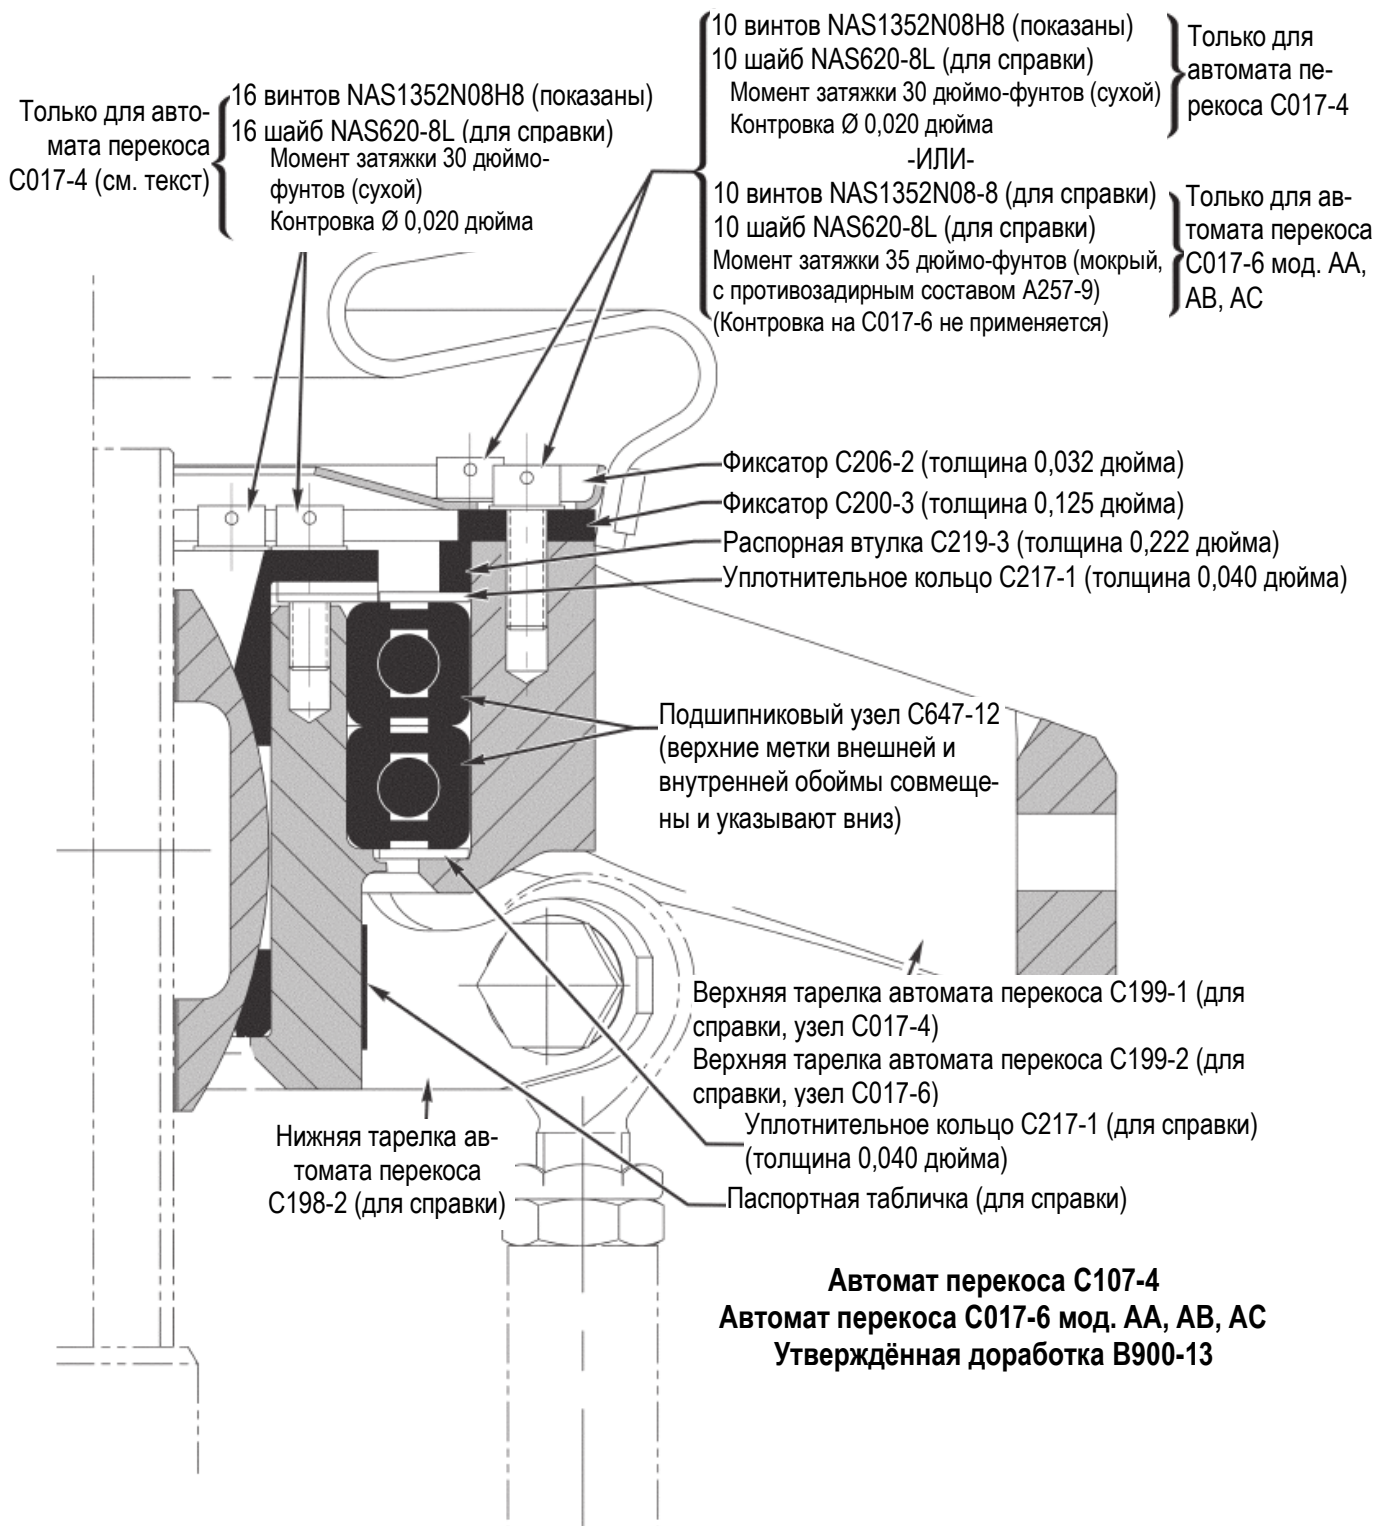

РИС. 1
2. Установите все нижеперечисленные новые детали согласно рис. 1: